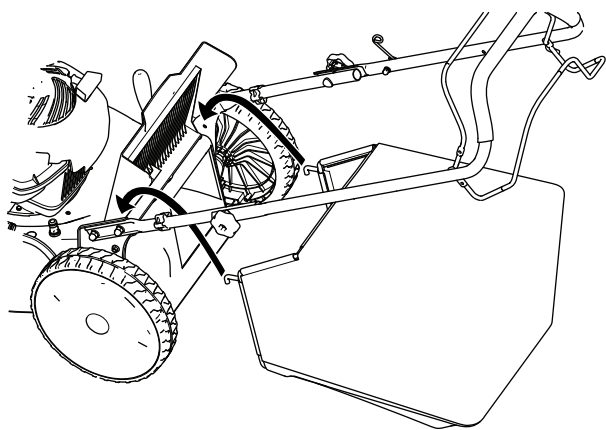

Figure 18
3. Montez le bac à herbe en veillant à placer les ergots dans les crans du guidon (Figure 18).
1. Soulevez le volet arrière et gardez-le dans cette position (Figure 18).